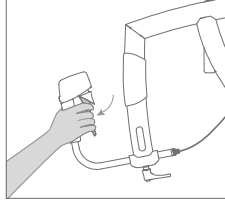

Figura 20: Frenado.
- ¿Quieres frenar? Apriete los frenos de mano (**Figura 20**)